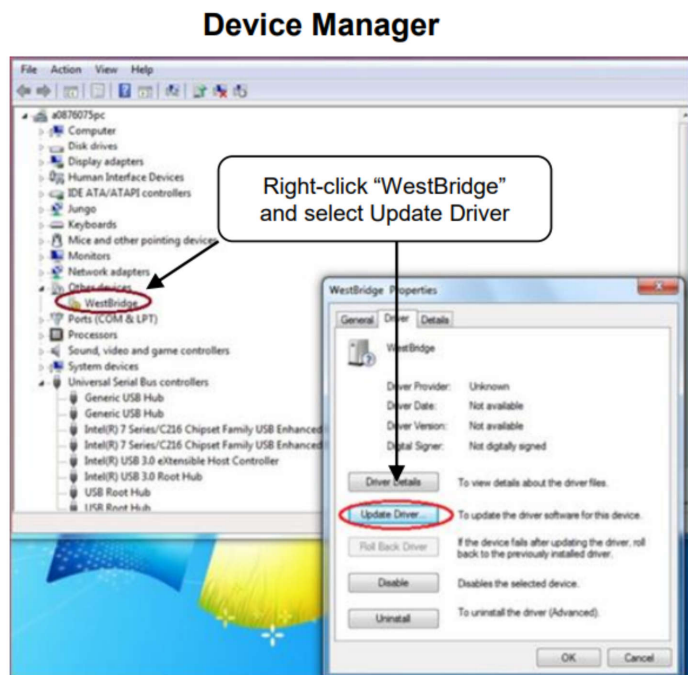
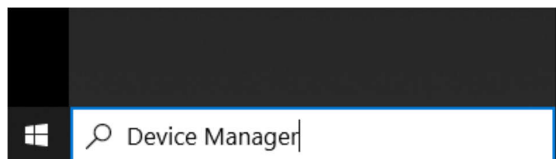

図 3-3. デバイスマネージャを開きます
図 3-4. デバイスマネージャでドライバを更新します
3. Windows® デバイスマネージャを開き、図 3-3 が示すように、[デバイスマネージャ] ウィンドウで **WestBridge** フォルダを右クリックして、**Update Driver** (ドライバを更新) ボタンを選択します (図 3-4 を参照)。